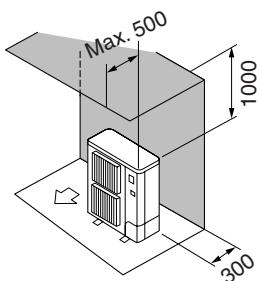

Fig. 3-6
- ② Enbart hinder på baksidan och ovansidan (Fig. 3-6)